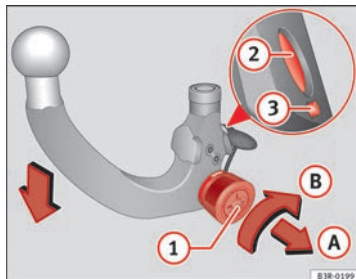

Abb. 159 Abnehmbare Anhängervorrichtung: Kugelstange vorspannen
- Stecken Sie den Schlüssel ① ⇒ Abb. 159 in das Schloss am Handrad und drehen sie ihn in Richtung der roten Markierung.
- Ziehen Sie das Handrad in Pfeilrichtung ① heraus und drehen Sie es anschließend in gezogener Position in Pfeilrichtung ② bis der Verriegelungsbolzen ② einrastet und der Auslösebolzen ③ sichtbar ausfährt ⇒ ⚠.